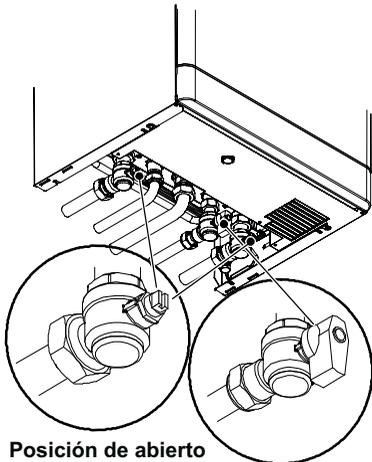

Fig. 2.1
- Los grifos de la caldera deben estar abiertos Fig. 2.1